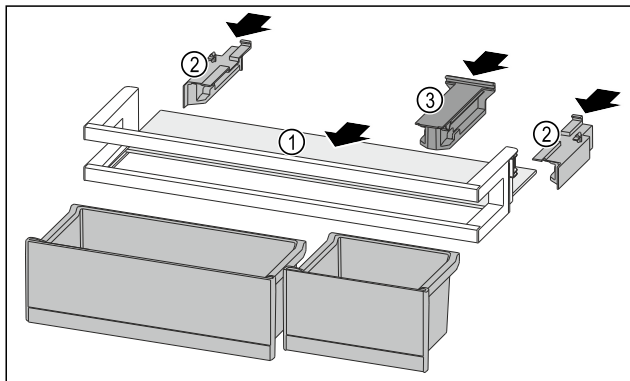

Fig. 140
- Împingeți în interior raftul Fig. 140 (1) în degajările laterale.
- Introduceți piesele laterale Fig. 140 (2).
- Introduceți piesa de susținere Fig. 140 (3).